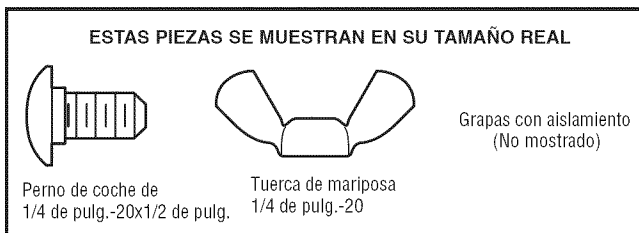

Figura 1 INSTALACIÓN EN EL CARRIL DE LA PUERTA (LADO DERECHO)
1. Deslice los brazos curvos sobre la orilla redondeada de cada uno de los carriles de la puerta, con los brazos curvos apuntando hacia la puerta. Colóquelos en su posición contra el costado del carril. Debe quedar ras, con el reborde pegado a la orilla posterior del carril, como se ilustra en la Figura 1.